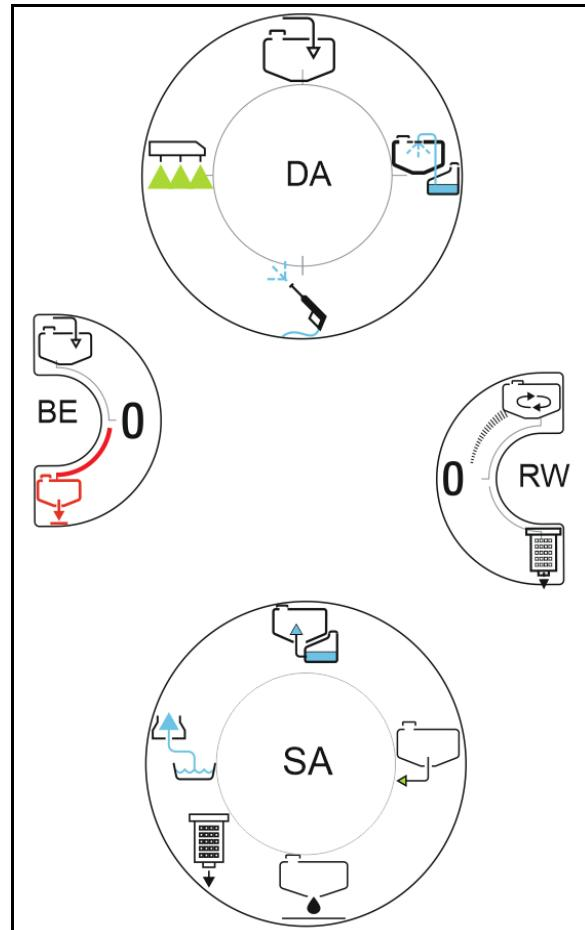

Fig. 152
Curățați filtrul de aspirație (Fig. 152) zilnic, după curățarea stropitorii de câmp.
1. Desprindeți capacul filtrului de aspirație (Fig. 152/2).
2. Înlăturați capacul filtrului de aspirație (Fig. 152/3) și curățați-l cu apă.